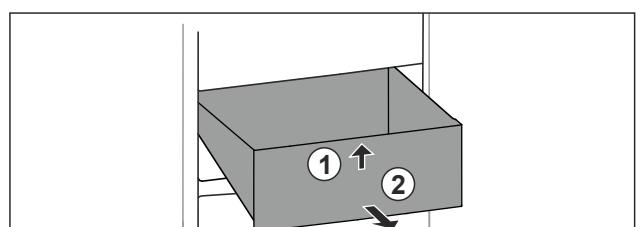

Fig. 72
- Ridicați sertarul în față. Fig. 72 (1)
- Extrageți sertarul spre înainte. Fig. 72 (2)